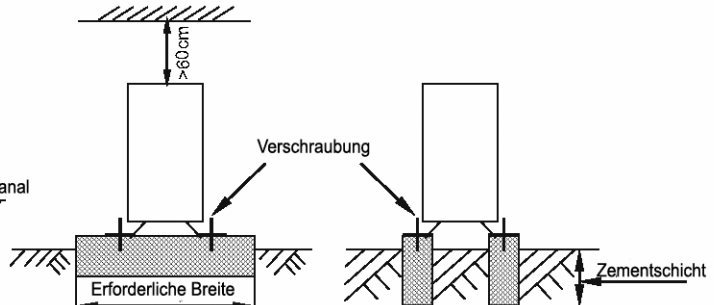

Abb. 18
- Schmieren Sie die Installationsfläche in der Größe 590*328 mit Zement aus (s. Abb. 18)